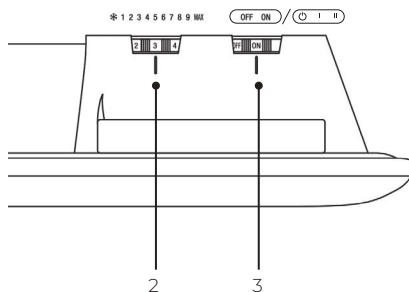
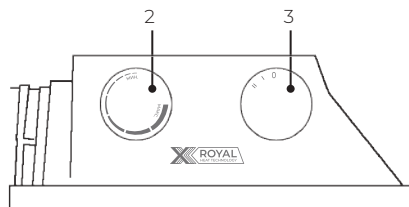

Рис. 7
Рис. 8
2. Поверните регулятор (3) для включения прибора (в положение I или on в зависимости от модели), для модели SORENTO Econo — рис. 7, для модели Sorento Meccanico, SORENTO Plinth — рис. 8.
3. Поверните регулятор (3) для выбора желаемой мощности обогрева помещения\* (I и II).
4. Поверните ручку термостата (2) для выбора температуры нагрева (можно выбрать температуру от 5 до 35 градусов).